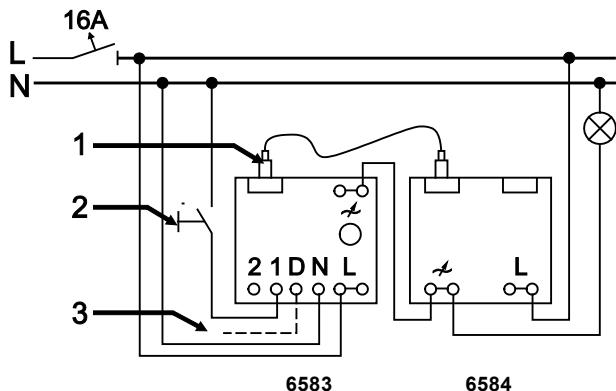

Fig. 4: Capacity booster of master dimmer 6583 with electronic power module 6584, push-button operation
1. Connect dimmer 6583 and electronic power module 6584 via the RJ12 data line; see Fig. 4 and **Fehler! Verweisquelle konnte nicht gefunden werden..**